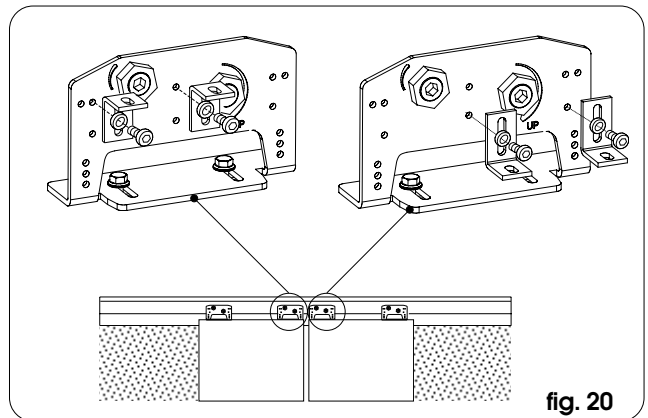
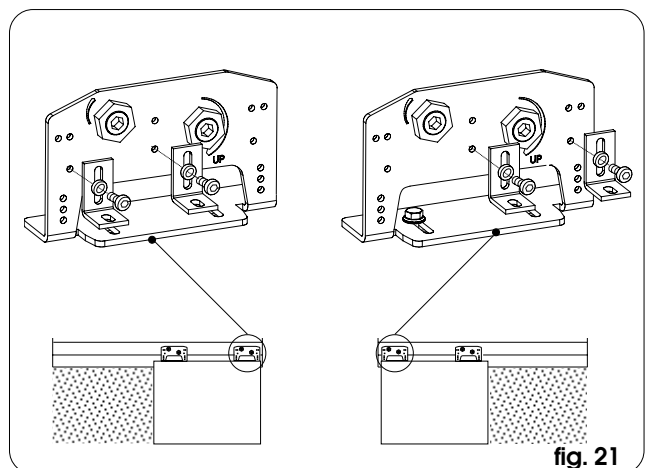

fig. 20
fig. 21
- Monter sur les chariots les supports des tiges d'actionnement d'après la fig. 20 (porte à double vantail) et fig. 21 (porte à un seul vantail).